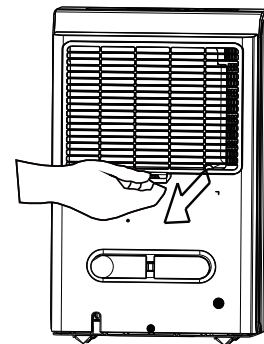

Fig. 14
- For å fjerne filteret, trekk filteret utover (se Fig.14).